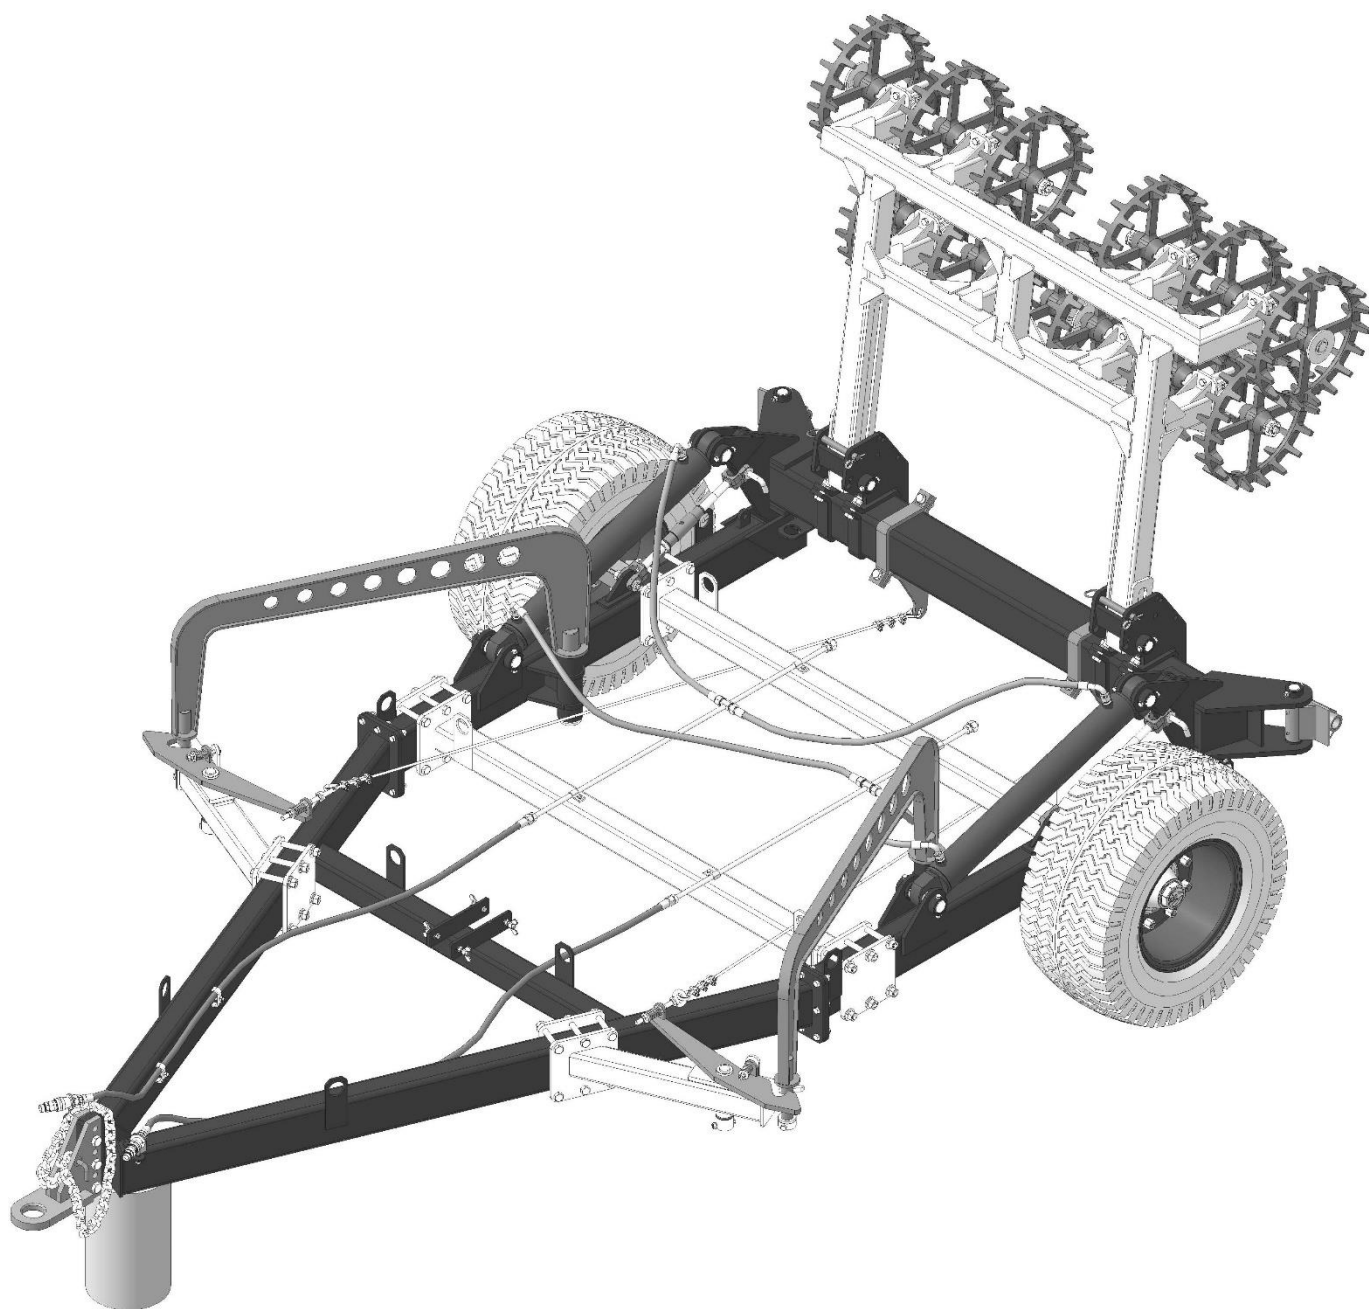

Рисунок 10
3.3 Установка центрального бруса со средней секцией на прицеп. (см. рисунок 10)